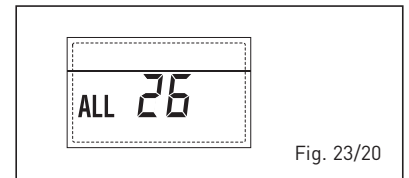

Fig. 23/20
- ANOMALIA COERENZA APPLICAZIONE SOLARE "ALL 27" (fig. 23/21)